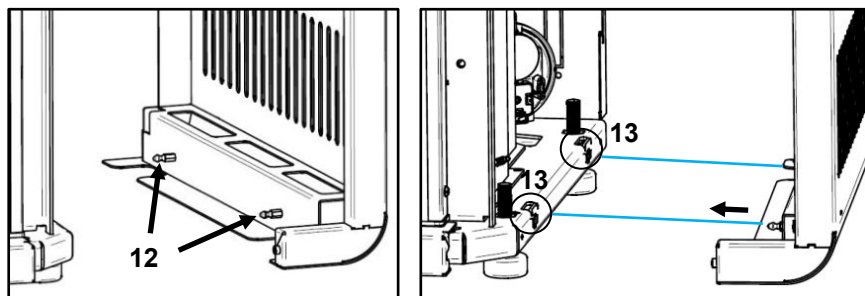

Figure 43 - Fixation habillage Olive
k) Puis placer les habillages ; emboîter les taquets 10 dans les fentes 11 en basculant légèrement, puis introduire les chevilles 12 dans les ressorts 13 se trouvant sur la machine, comme le montre la Figure 43.